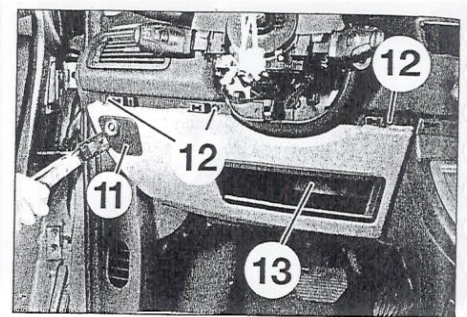

FIGURA 9-29
- Desmontar la platina del interruptor ESP (11) (figura 9-29).
- Desmontar los tornillos de fijación superiores (12) de la guarnición (**figura 9-29**).
- Desengrapar el conector de diagnóstico (13) (**figura 9-29**).